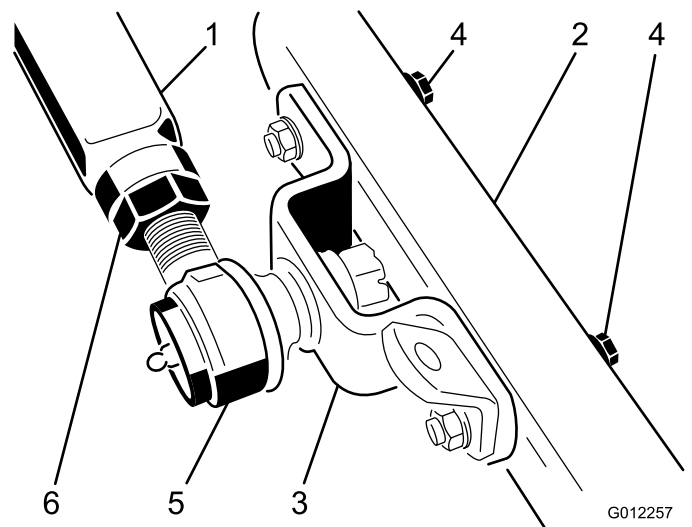

Figura 21
- Haga que otra persona haga presión hacia abajo con cuidado sobre el brazo de empuje izquierdo mientras que usted retira los tornillos de coperuza, las arandelas planas y las contratuercas que sujetan el soporte de la articulación esférica y la pletina de enganche de la cadena al brazo de la rueda giratoria de la unidad de corte (Figura 21). Ahora y con cuidado, la otra persona puede dejar que el brazo de empuje se desplace hacia arriba, lo que aliviará gradualmente la tensión de 68 kg del muelle.
5. Haga que otra persona haga presión hacia abajo con cuidado sobre el brazo de empuje izquierdo hasta que los taladros del soporte de la articulación esférica estén alineados con los taladros del brazo de la rueda giratoria (Figura 21). En seguida, coloque un bloque de madera de 102 x 102 mm entre el bastidor y la parte superior del brazo de empuje.